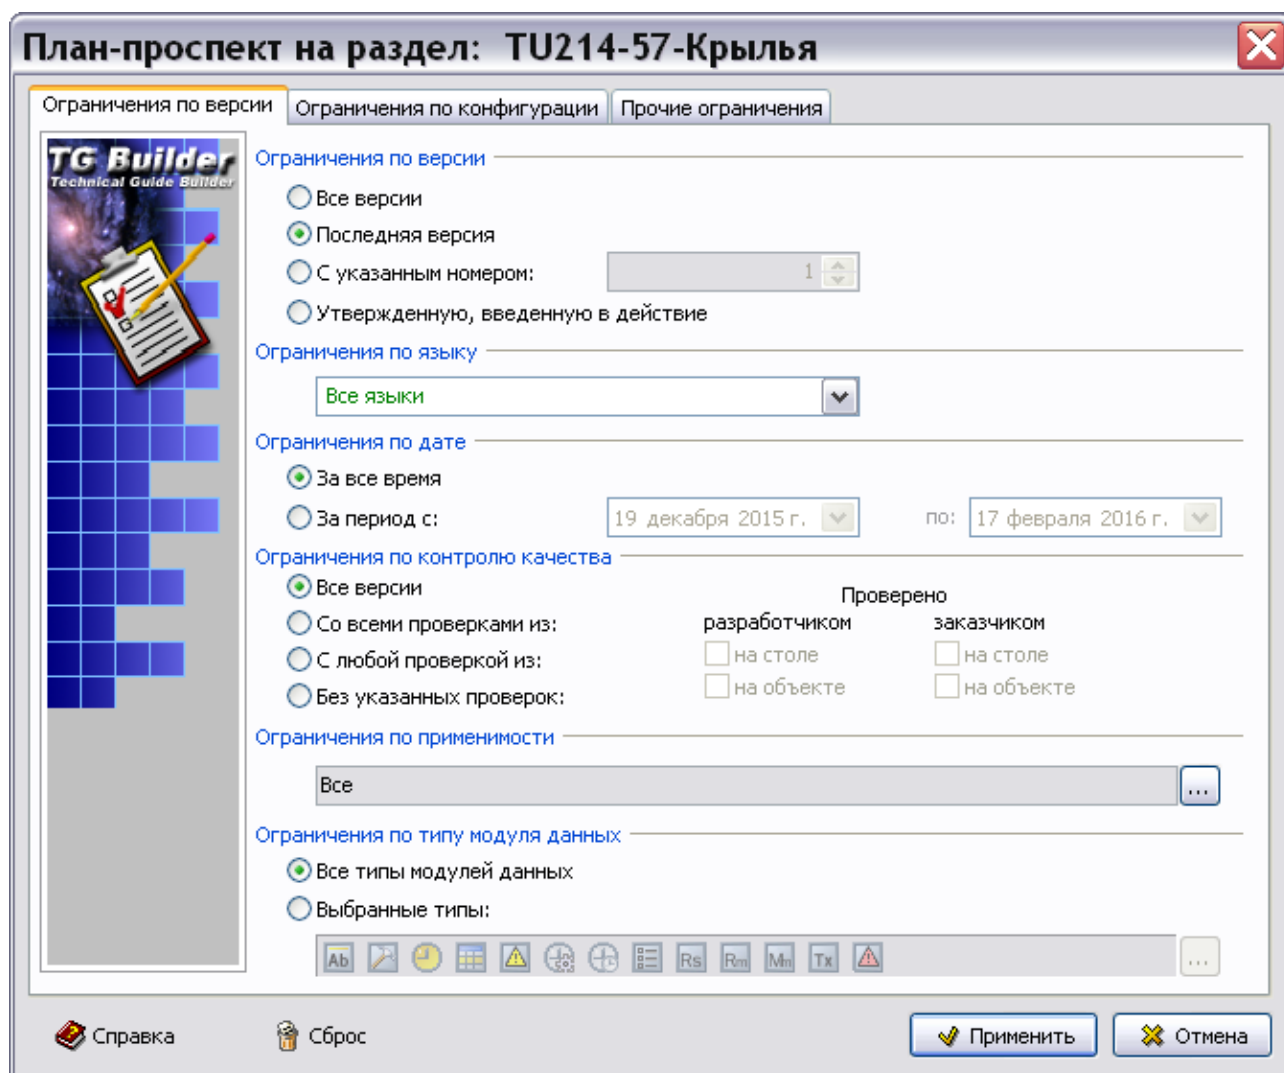

Рис. 21.12
6. Укажите вид отчета **План-проспект**. При этом появится диалоговое окно **План-проспект на раздел** с названием выбранного для отчета раздела (Рис. 21.12).